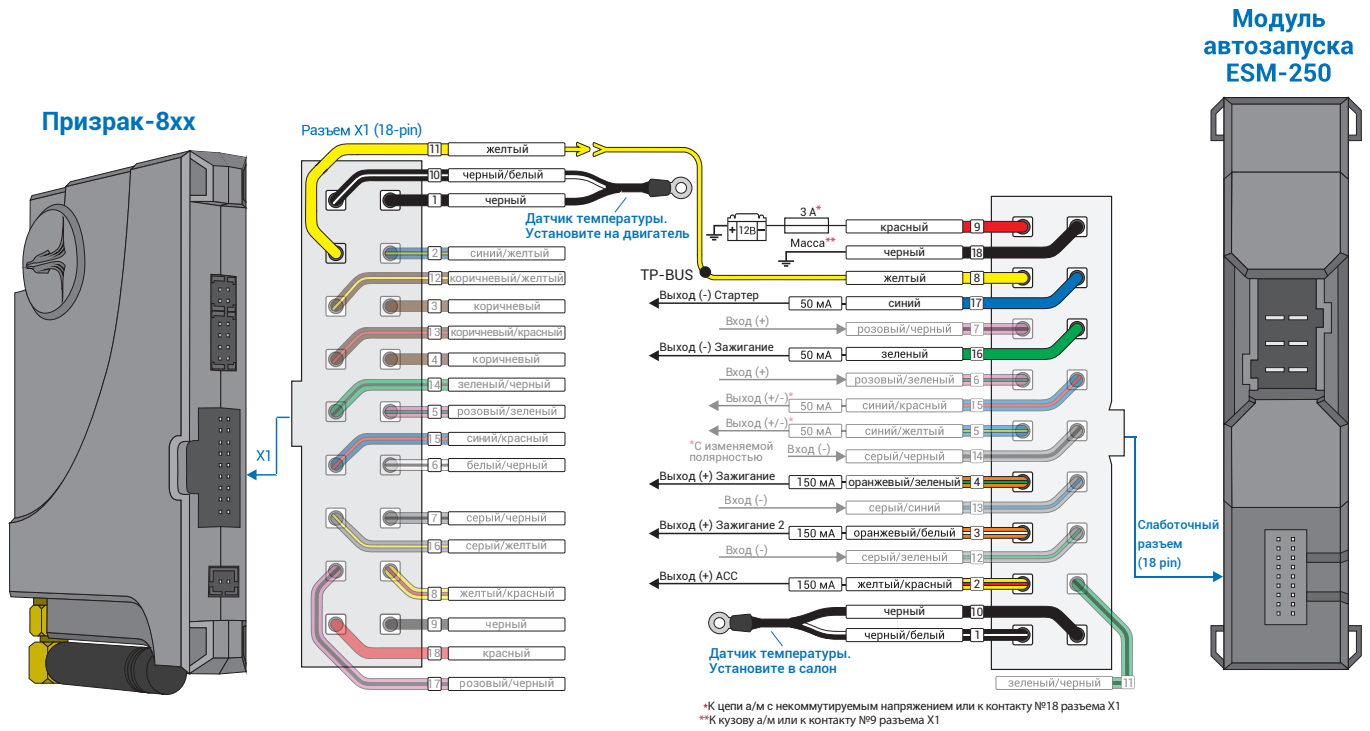
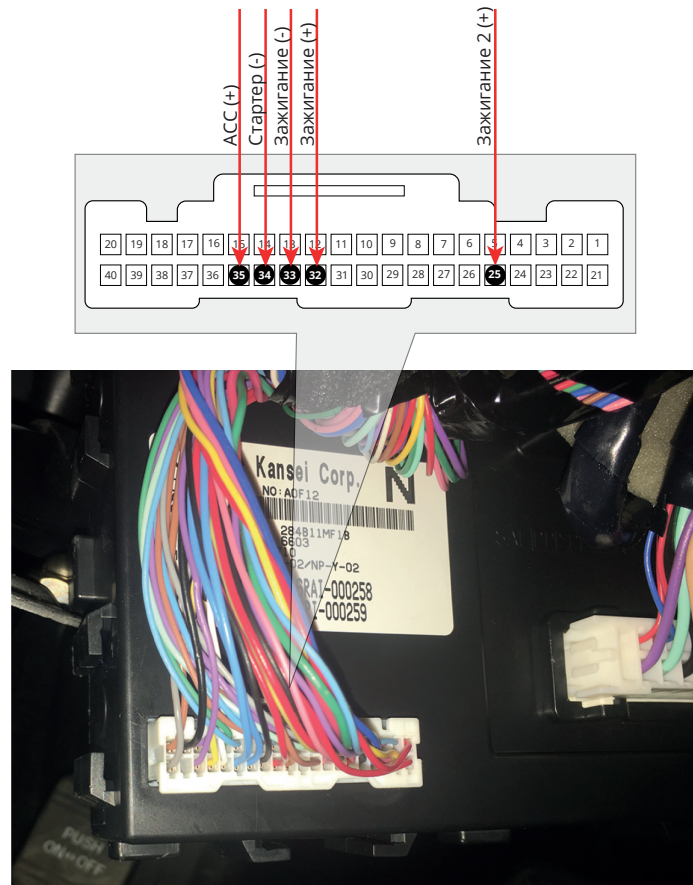

Рис.2 Подключение модуля автозапуска ESM-250
Рис.3 Место подключения к цепям запуска двигателя
3. Подключите модуль автозапуска ESM-250 – выводы модуля, которые требуется подключить выделены на рис. 2. Подключение производится слева от рулевого вала (см. рис. 3).